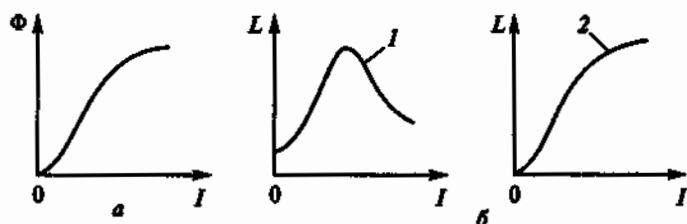

Рис. 46
2.18. Для катушки с ферромагнитным сердечником связь между потоком Φ и током I задается кривой намагничивания, показанной на рис. 46, *a*. Какова зависимость индуктивности L от тока I ?
1. Имеет вид кривой 1 на рис. 46, *б*.
3. Имеет вид кривой 2 на рис. 46, *б*.